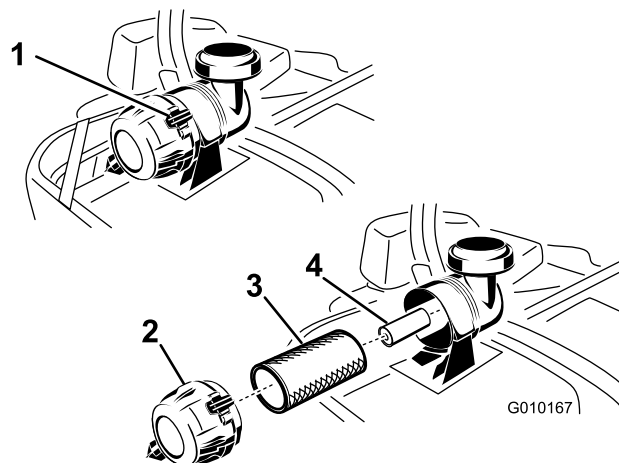

Figura 42
3. Presione hacia abajo para abrir los enganches del limpiador de aire y tire de la tapa del limpiador de aire para separarla de la carcasa del limpiador de aire (Figura 42).
5. Extraiga con cuidado el filtro primario del cuerpo del limpiador de aire (Figura 42). Evite golpear el filtro contra el lado de la carcasa.
1. No limpie el filtro de papel, cámbielo (Figura 42).
2. Si va a cambiar el filtro secundario, deslícelo cuidadosamente en el cuerpo del filtro (Figura 42).
3. Deslice cuidadosamente el filtro primario por encima del filtro secundario (Figura 42). Asegúrese de que está bien asentado empujando sobre el borde exterior del filtro mientras lo instala.
4. Instale la tapa del limpiador de aire y gírela hasta que los enganches la bloqueen en su sitio (Figura 42).